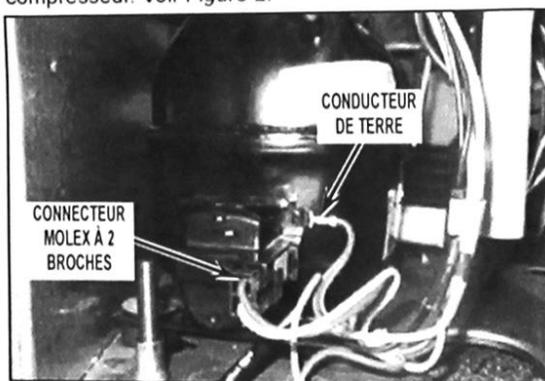

FIGURE 2
4. Débrancher le connecteur Molex à deux broches et le conducteur de terre connectés au circuit électrique du compresseur. Voir Figure 2.